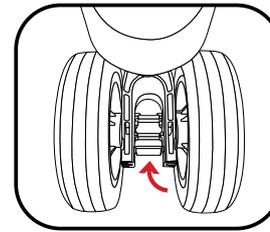

Fig 4
6. Spingere la leva di sgancio rapido verso l'alto finché non si blocca saldamente in posizione (fig. 4).